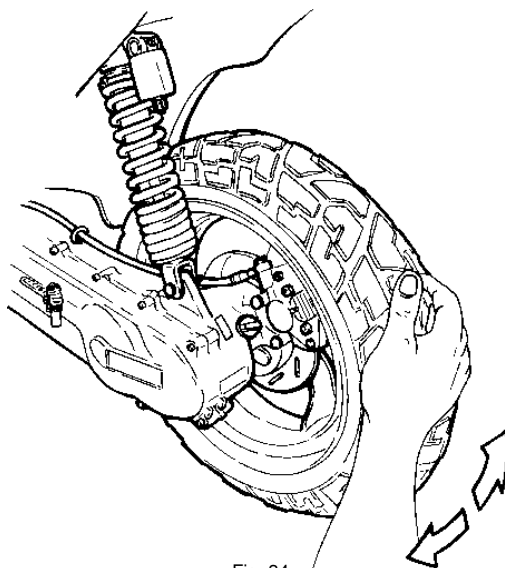

Fig. 34
- El juego de asentamiento de la rueda posterior se verifica posicionando el scooter sobre el caballete, empujar y tirar de la rueda posterior con movimientos energicos y repetitivos (Fig. 34).
- Le jeu de l'axe de la roue arrière, au travers du support moteur doit être vérifié en positionnant le véhicule sur béquille en appuyant et tirant latéralement la roue arrière par des mouvements énergiques et répétitifs (Fig. 34).